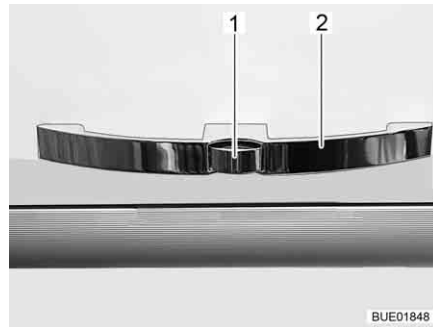
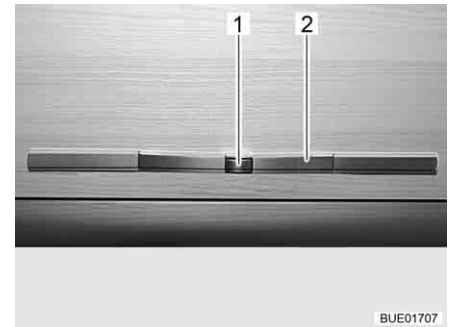

Fig. 58 Trampa de muebles con tirador (ejemplo)
Fig. 59 Trampa de muebles con tirador (alternativa)
- Presionar el botón de desbloqueo (Fig. 58,1 ó Fig. 59,1) en el tirador (Fig. 58,2 ó Fig. 59,2) y mantenerlo presionado.